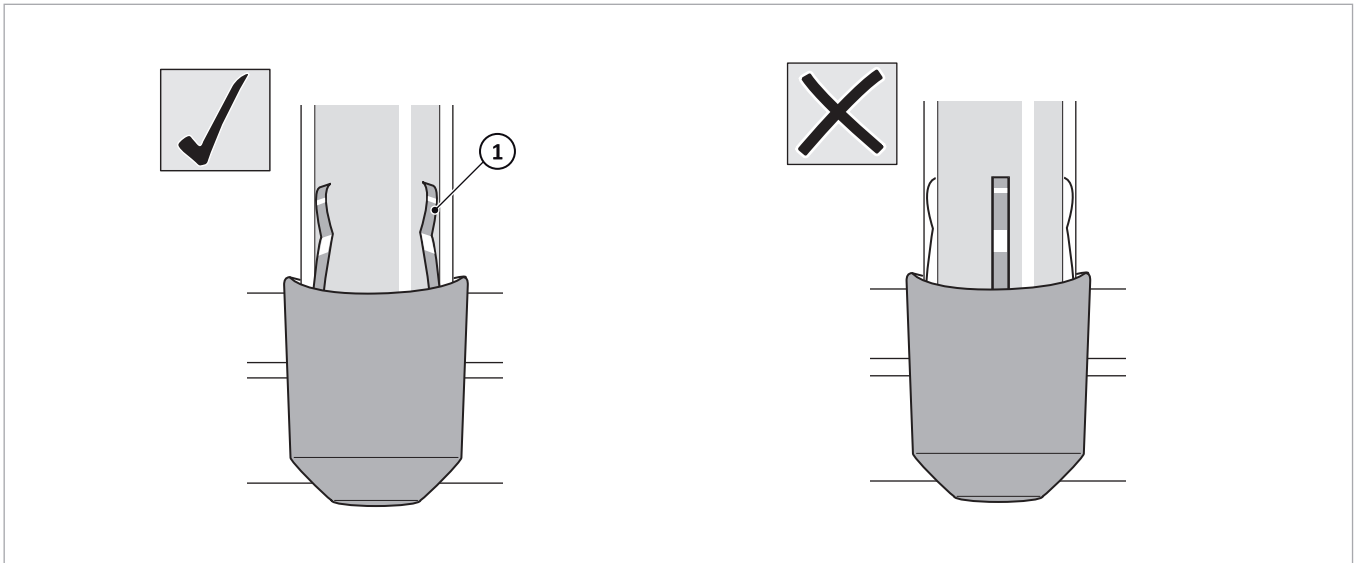

Abb. 41: Röhre ausrichten
8. Röhre ausrichten, darauf achten, dass die Abstandshalter (1) richtig positioniert sind, siehe → Abb. 41.